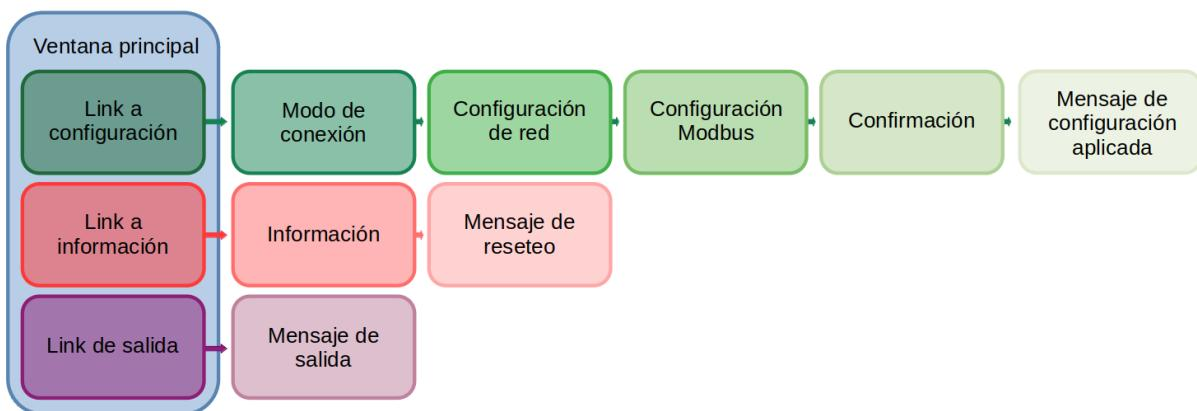

Figura 2.8: Ventanas interfaz kiwi
4. Nuevas ventanas con más opciones, como se muestra en la Figura 2.8: